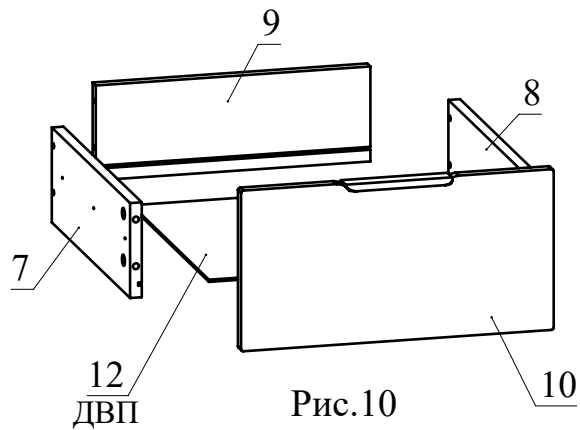
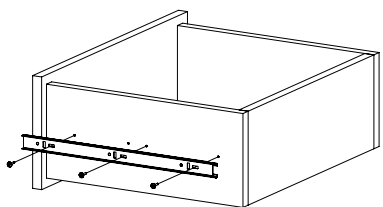

Рис.10
Рис.11
11. Соберите ящик. Для этого соедините детали 7, 8 с деталью 9 при помощи конфирматов. Вставьте дно ящика 12 из ДВП в пазы деталей 7, 8, 9. Соедините фасад ящика 10 с полученной конструкцией и затяните головки минификсов (Рис. 10). Закрепите внутренние планки направляющих на деталях 7 и 8 шурупами 3,5x16 (Рис.11).